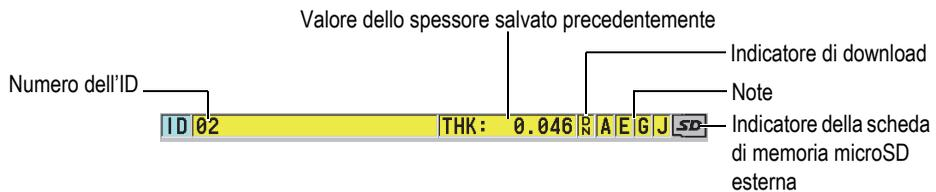

Figura 3-2 La barra dell'ID
La barra dell'ID, situata nella parte superiore della schermata di misura, visualizza l'ID della misura di spessore corrente, la misura salvata precedentemente e gli indicatori delle note (vedere Figura 3-2 a pagina 52). L'indicatore di download (R) viene visualizzato quando la misura salvata precedentemente proviene da un file piuttosto che da una misura recentemente acquisita.